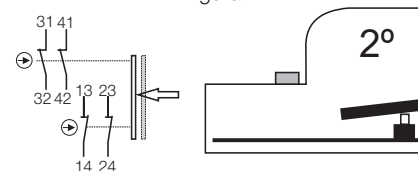

Figura 2
- 2º estágio: pedal acionado, nesta condição os contatos de acionamento NA fecham e os contatos de emergência NF permanecem fechados (figura 2). Liberando-se o pedal a condição volta para o 1º estágio.